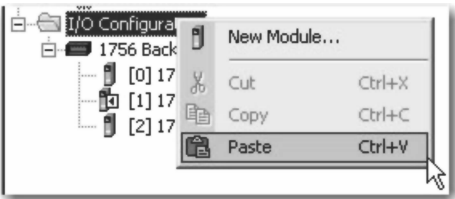

图 13-15 控制器项目管理器菜单
14. 右键单击 I/O Configuration 文件夹，并单击“粘贴”（Paste），如图 13-15 所示。此操作可将新的 1756-OB16D 添加到插槽 3 的项目中。